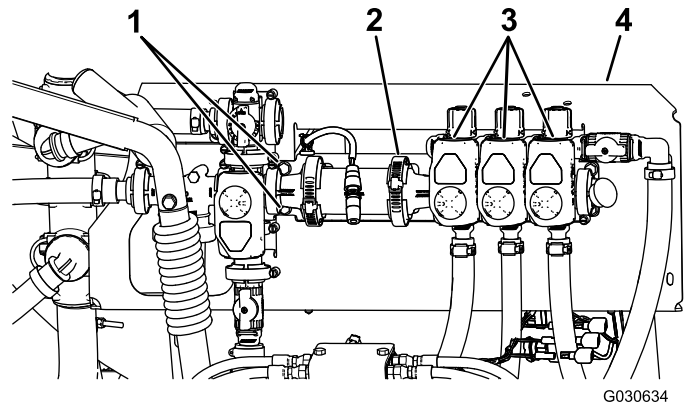

Figura 4
2. Allentate i bulloni che fissano il gruppo valvole della barra alla staffa di montaggio, senza rimuoverli (Figura 4).
3. Allentate la fascetta stringitubo esistente che fissa la valvola KZ al gruppo valvole della barra (Figura 4).